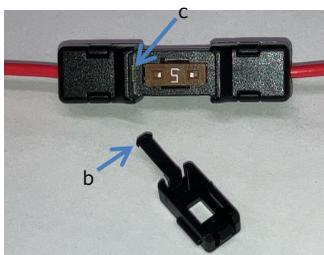

図 4
- ① バンド b部 (ツメ) をヒューズケース cに挿入してください。(図4)